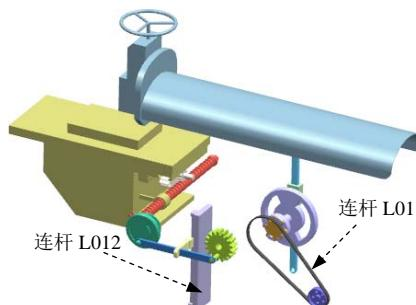

图 10.9.7 定义连杆 (六)
(6) 定义连杆 L011 和连杆 L012。选中  **固定连杆** 复选框，选取图 10.9.7 所示的零件为连杆 L011 和连杆 L012，在“连杆”对话框中分别单击 **应用** 按钮。